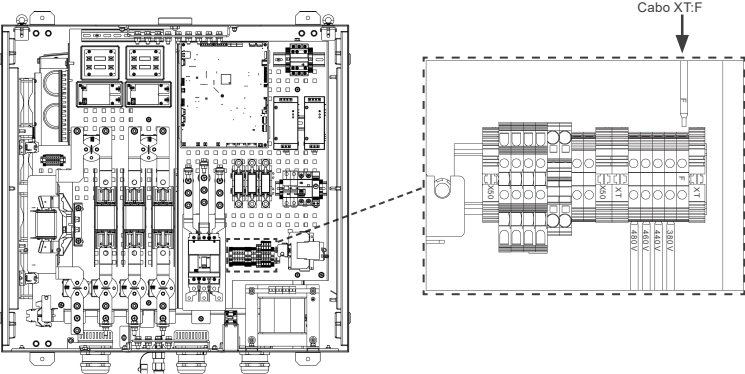

Figura 5.3: Ajuste da tensão da rede de alimentação
2. Localize o conjunto de bornes XT ao lado do disjuntor de alimentação. (Figura 5.3)